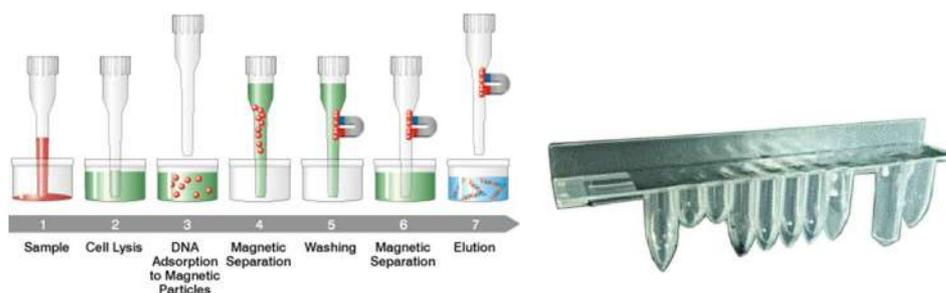

Figura 1.4: Princípio de extração de ácido nucleico e cassete de extração ELITE InGenius SP 1000
- O conjunto reagente foi otimizado para o isolamento de ácidos nucleicos a partir de até 1 mL de amostras. (Figura 1.4: ELITE InGenius – Cassete de extração SP1000 e princípio de extração).